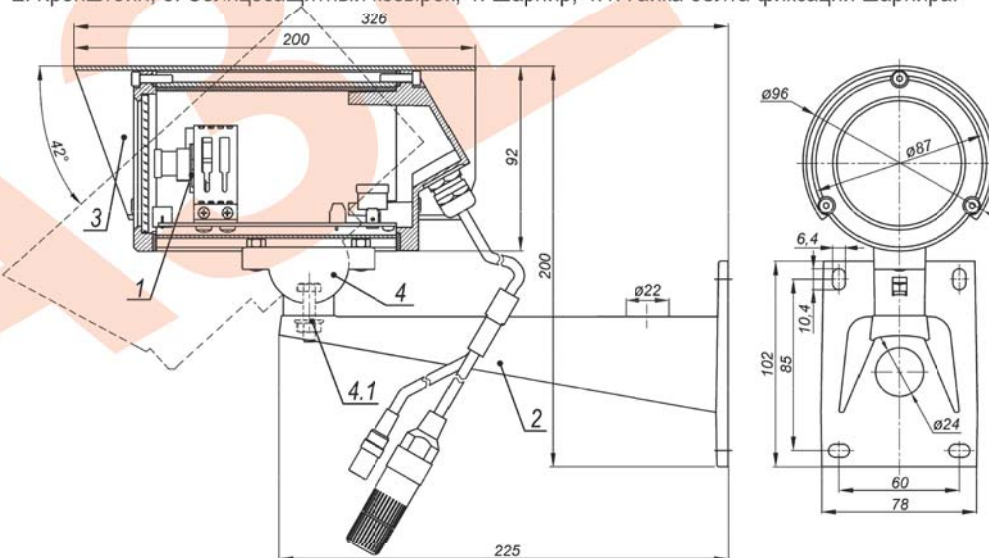

Рис.1 Состав изделия. Габаритные и установочные размеры
7. Ослабив болт (поз.4.1 рис.1) фиксации шарнира (поз.4), установить видеокамеру на нужное направление обзора, после чего надёжно зафиксировать шарнир, затянув болт.
1. Установить кронштейн (поз.2 рис.1) на штатное место, закрепить на нём термокожух с видеокамерой (поз.1 рис.1).